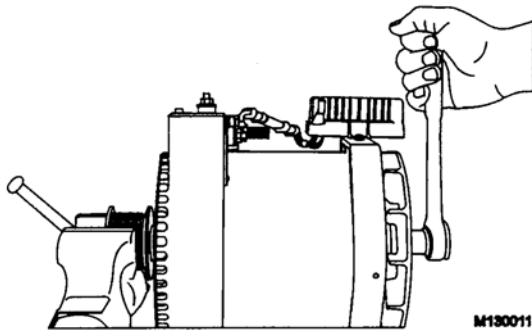

FIGURA 13-39
- 1a. Instale el conjunto del ventilador en el eje (Figura 13-39).
2. Use la golilla endurecida y la tuerca de seguridad para sujetar el ventilador al alternador. Ponga el alternador y la polea en el tornillo de banco. Con una llave de cubo de 3/4", apriete la tuerca del ventilador (Figura 13-39). Apriete con un torque de 50 in. lbs. (68 N.m).